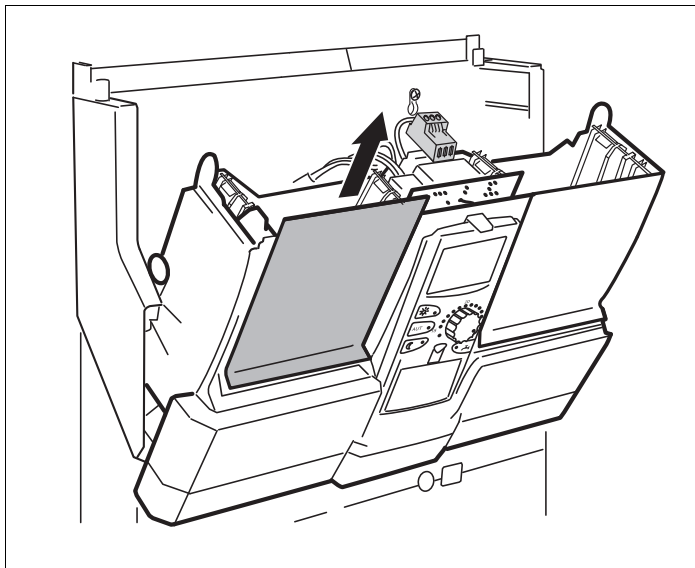

Рис. 5 Удаление заглушки
- ▶ Удалите заглушку из гнезда 1 (→ рис. 5) в системе управления.